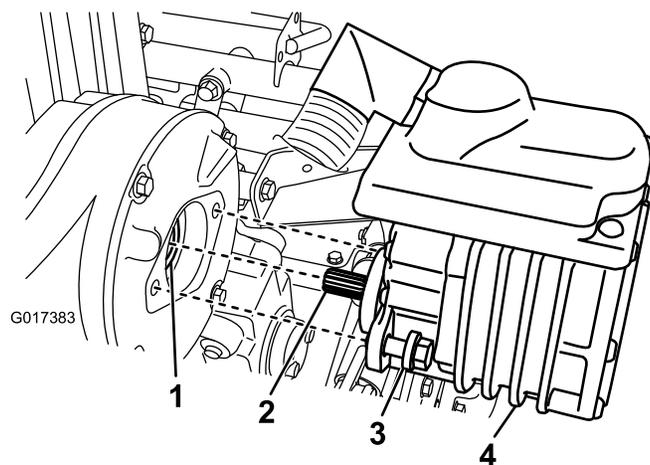

图40
2. 拆下将马达固定到传动装置外壳的 2 颗螺栓（图40）。
4. 用润滑脂枪向传动装置外壳的凹面泵入 1 到 2 次润滑脂（图40）。